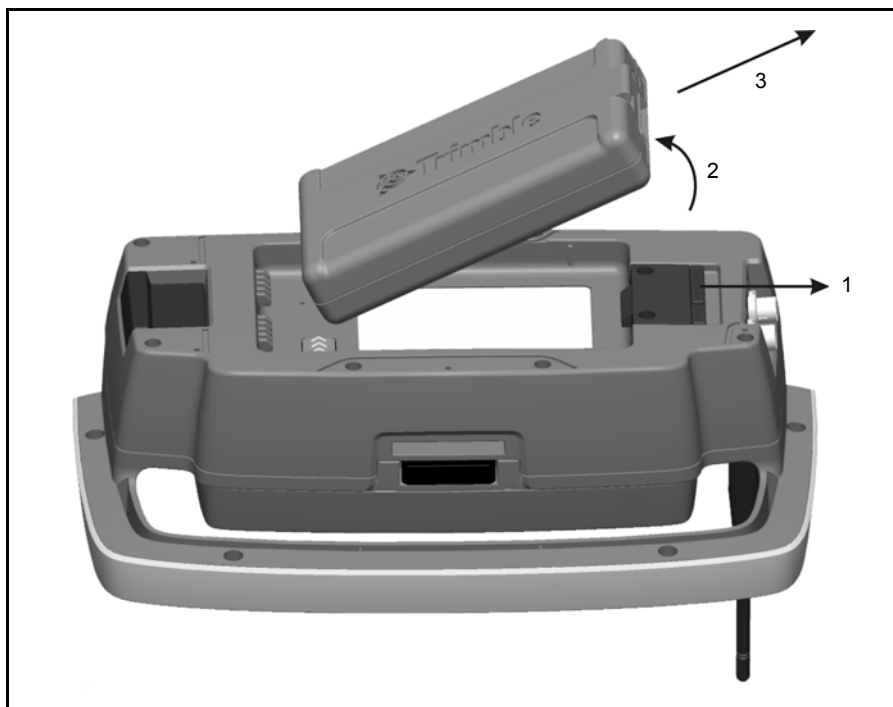

Рис. 7.67. Извлечение батареи из держателя Trimble Robotic
1. Потяните механизм фиксатора батареи на себя (1).
2. Поднимите эту сторону батареи (2).
3. Извлеките батарею из держателя (3). См. рис. 7.67.